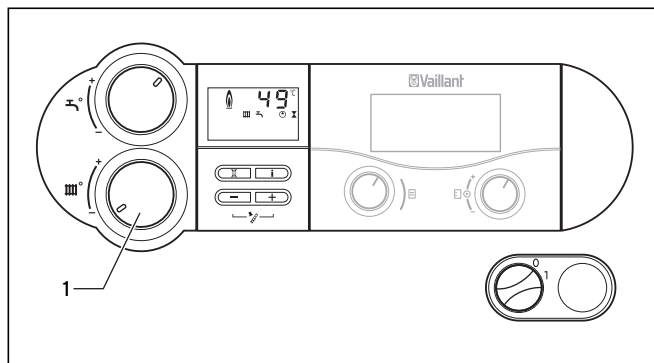

Fig. 6.9 Frakobling af varmedriften (sommerdrift)
- Det gøres ved at dreje drejeknappen (1) (Fig. 6.9) til indstilling af varmeanlæggets fremløbstemperatur helt til venstre.